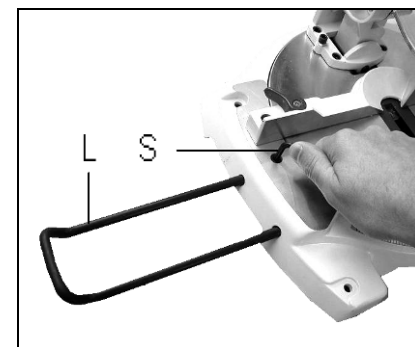

Рис. 4
Винтами (S, Рис. 4) зафиксируйте удлинение стола (L) на месте.